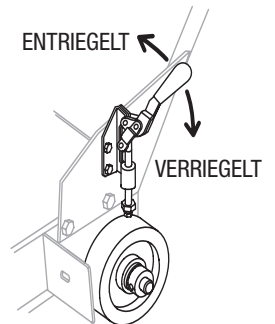

Abb. 15. Radbremse
- Die Radbremsen (Abb. 15) festgestellt lassen (Hebel nach **UNTEN** gedrückt), bis das Gerät wieder betriebsbereit ist.